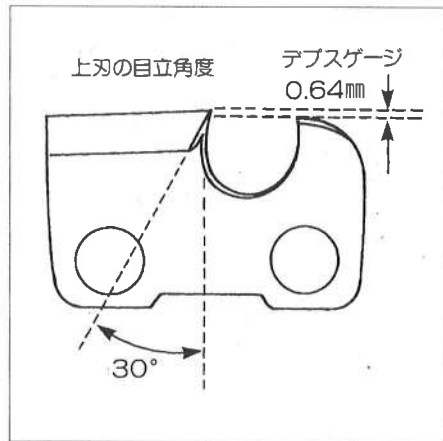

図17
- ガイドバーに対して丸ヤスリ(4mm)を30°傾け、丸ヤスリの直径1/5(約)が上刃よりでるようにソーチェーンに当ててください。(図17、19参照)
- 平ヤスリをデブスゲージに水平に当てて目立してください。(図17、21参照)